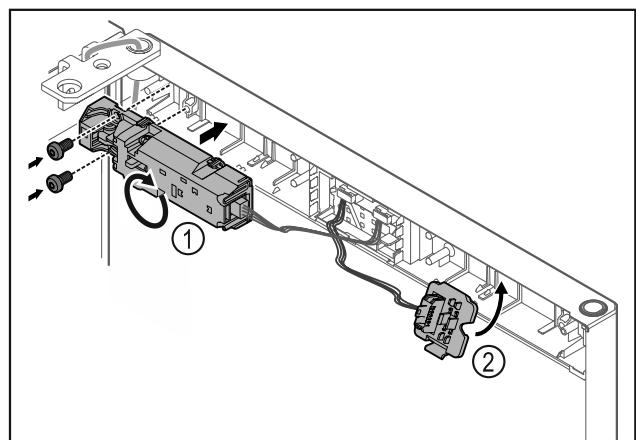

Fig. 24
► Okrenite daljinsku bravu Fig. 24 (1) za 180° i pričvrstite je na suprotnu stranu.
► Uglavite držač utikača Fig. 24 (2) na suprotnu stranu.